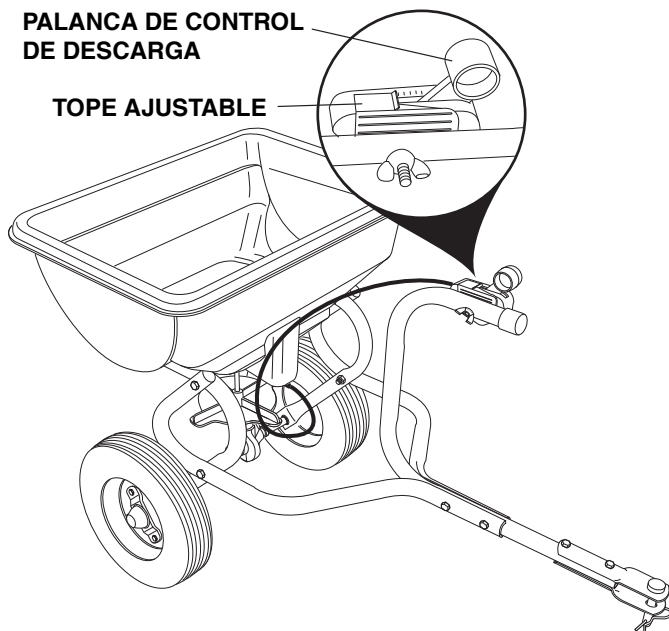

FIGURA 5
2. Deslice el Tope Ajustable a la graduación deseada y vuelva a apretar la tuerca de mariposa. **Vea la Figura 5.**